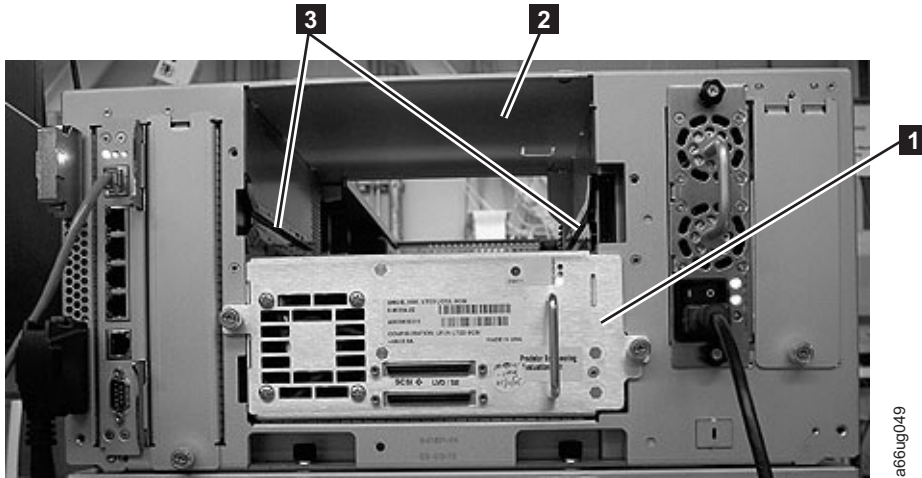

図 3-12. ドライブ・スロット内部のガイド・レールとガイド・スロット
1. ドライブ・スレッドを、トラックに沿ってガイド・レールとガイド・スロットの位置に合わせます (3-16 ページの図 3-12 の **3**)。)